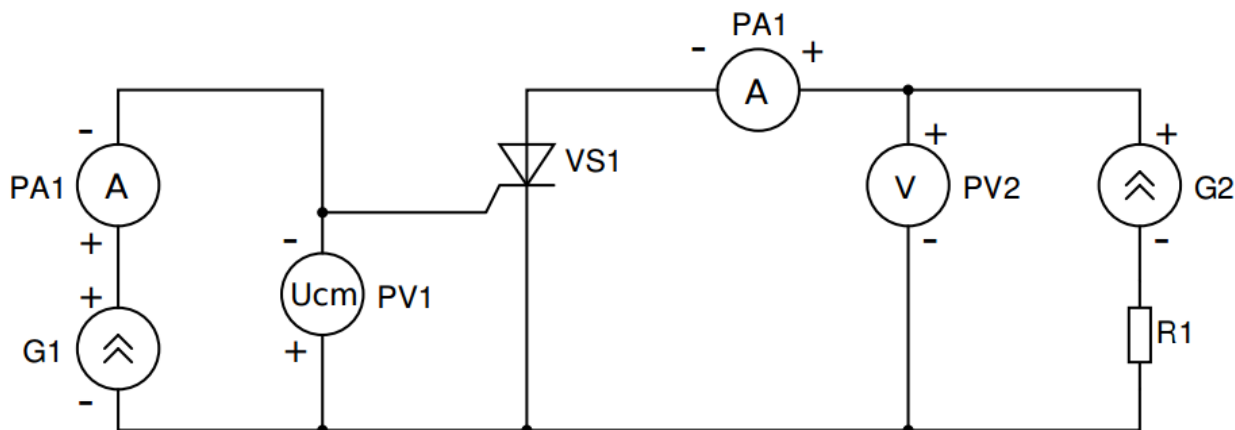

Рисунок 3 – Схема для снятия прямой ВАХ тиристора
1. Собрать схему (рисунок 3). Сопротивление нагрузки тиристора  $R_1$  взять равное 2 кОм. Установить вместо амперметра PA1 перемычку, подключить источники питания G1 и G2. Выходной ток генератора тока контролировать мультиметром.